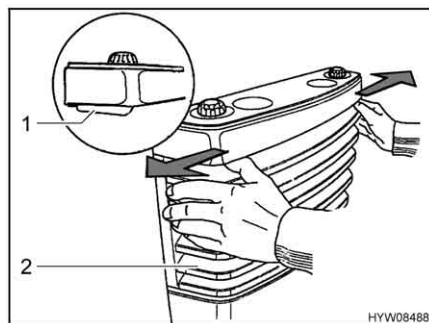

Fig. 137 Retirer habillage du chauffage
- Enlever l'habillage du chauffage (Fig. 137,2). Presser pour ce faire simultanément les deux leviers de fermeture (Fig. 137,1) vers l'extérieur et rabattre l'habillage vers l'avant.